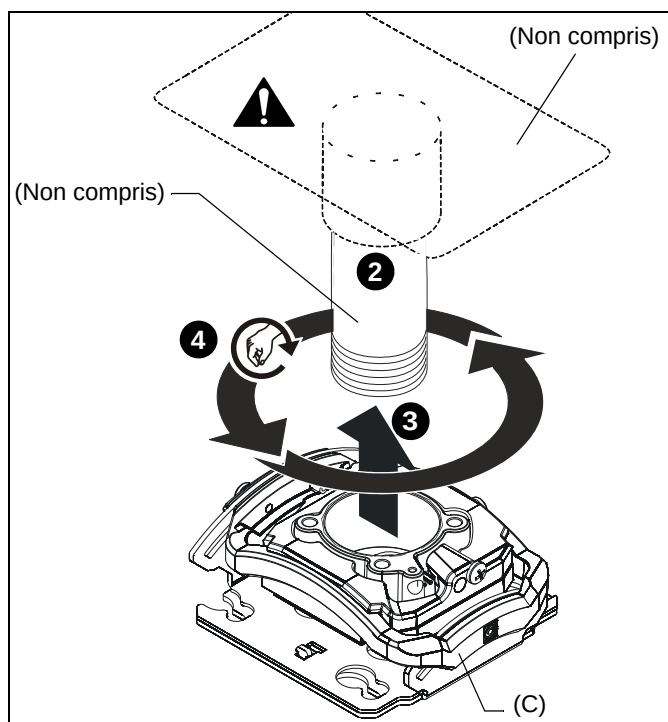

Figure 1
2. Installez la colonne d'extension filetée NPT ou NPSM de 38,1 mm (1½ po) conforme à la norme ANSI/ASME B1.20.1 (tableau 40, aluminium ou acier d'épaisseur minimale de 0,154 po - ASTM B221) (non incluse) dans la collerette filetée (non incluse) en la vissant jusqu'à ce qu'elle soit serrée, sur quatre filetages au minimum. (Voir Figure 1)
3. Alignez le support de projecteur (C) avec l'extrémité du tuyau NPT.
4. Vissez le support de projecteur sur le tuyau en serrant à la main. (Voir Figure 1)